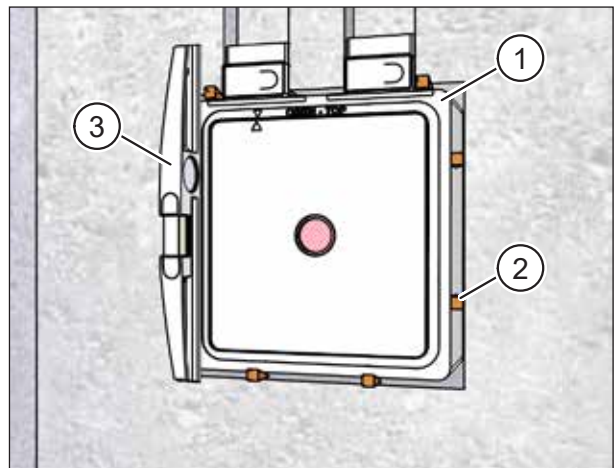

Abb. 19: Mauerkasten fixieren
- ▶ Fixieren Sie den Mauerkasten (Pos. 1 in Abb. 19) an der Innen- und Außen-seite mit Keilen bzw. Luftkissen (Pos. 2 in Abb. 19) im Mauerdurchbruch.
- ▶ Richten Sie mit Hilfe der Wasserwaage (Pos. 3 in Abb. 19) den Mauerkasten lotrecht und bündig zur Wand aus.